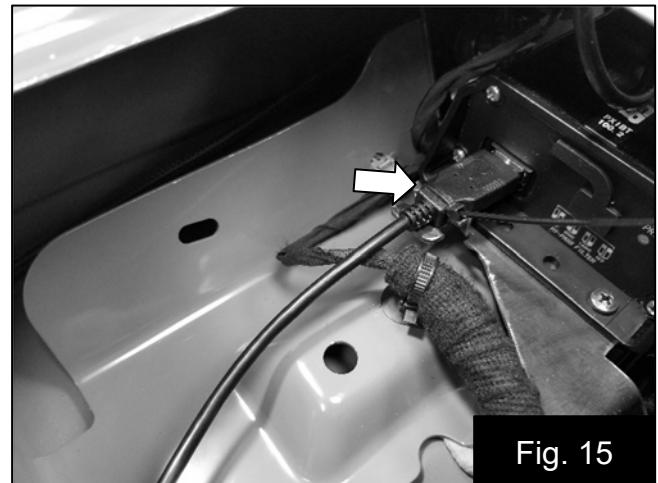

Fig. 15
25. Connectez le câble USB à l'amplificateur et fixez-le à la languette métallique à l'aide du serre-câble fourni. Fig. 15